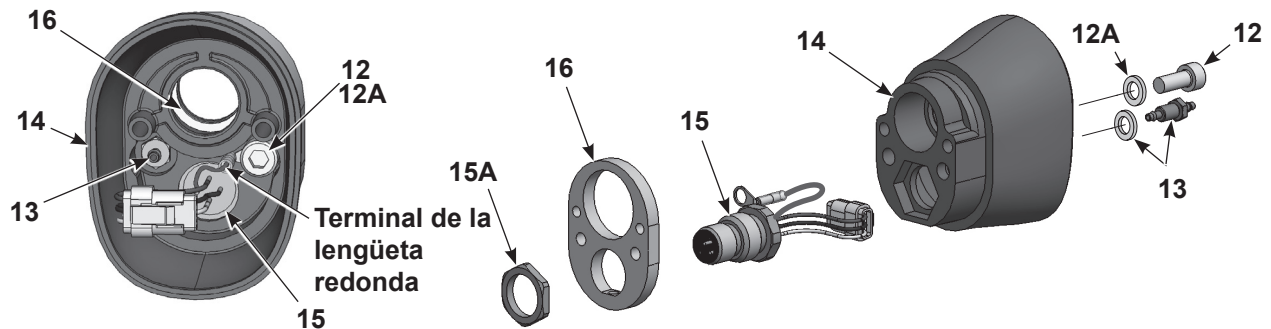

Figura 21 Desmontaje de una pistola de montaje en tubo 5 de 5
18. Ver la Figura 21. Para desmontar el conjunto del cuerpo posterior, extraer el tornillo (12) y el racor dentado (13) de la parte interior del cuerpo de la pistola posterior (14). Se requiere una llave hexagonal de 3 mm y una llave de tubo de 1/4 pulgadas.
19. Extraer la tuerca (15A) del receptáculo, extraer la placa de conexión a tierra (16) del cuerpo de la pistola posterior, e introducir el cableado del receptáculo a través del cuerpo.